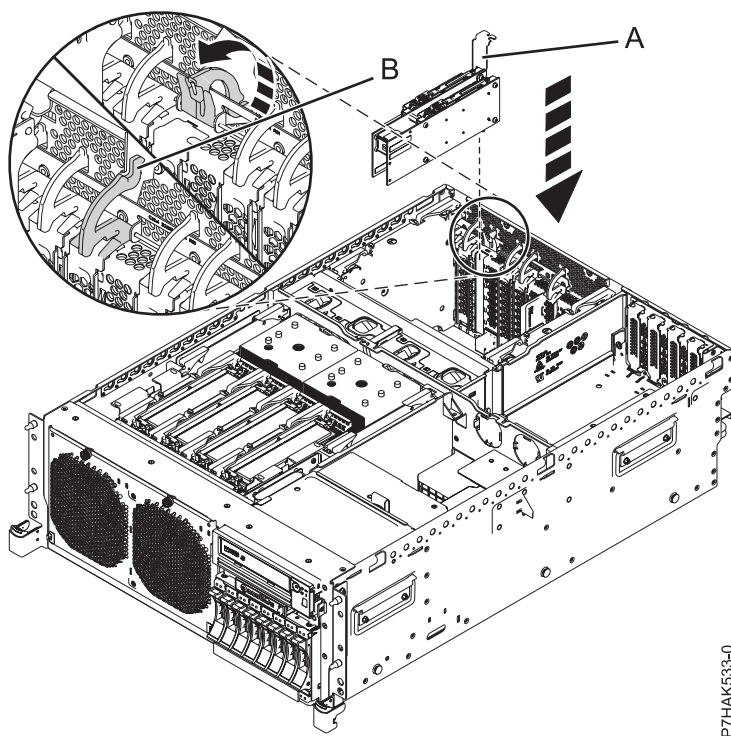
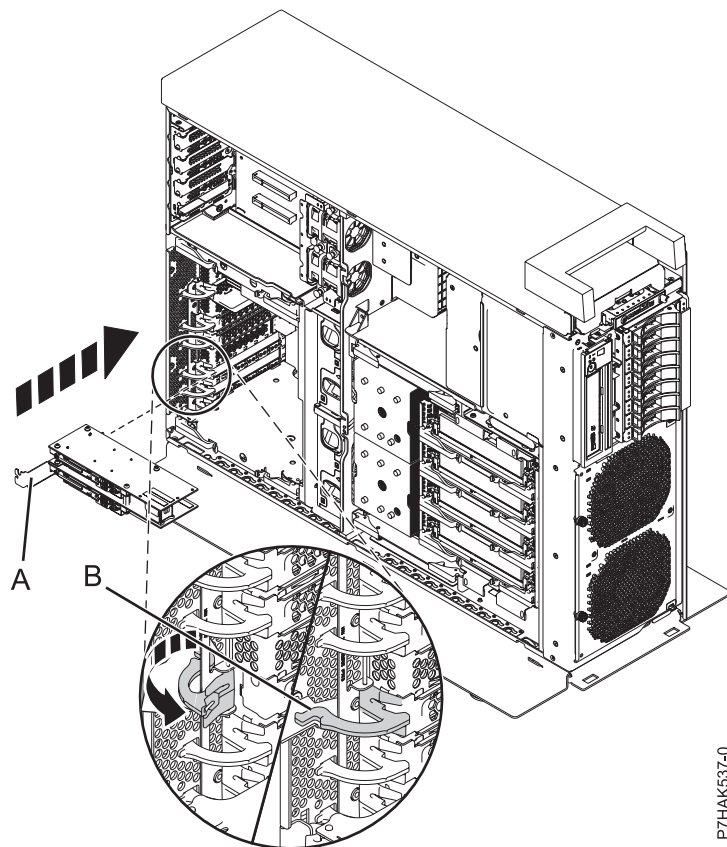

Figure 27. Remplacement d'une carte PCIe RAID et SSD SAS dans une unité centrale montée en armoire
Figure 28. Remplacement d'une carte PCIe RAID et SSD SAS dans une unité centrale autonome
17. Saisissez la carte avec précaution(A) par son bord supérieur, puis placez-la avec l'emplacement d'extension et son connecteur dans le fond de panier. Voir la figure 27 et la figure 28, à la page 37.